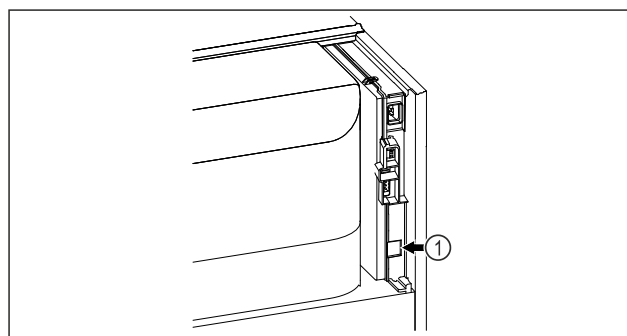

Fig. 171
- ☐ Je používán SmartModule Fig. 171 (1).